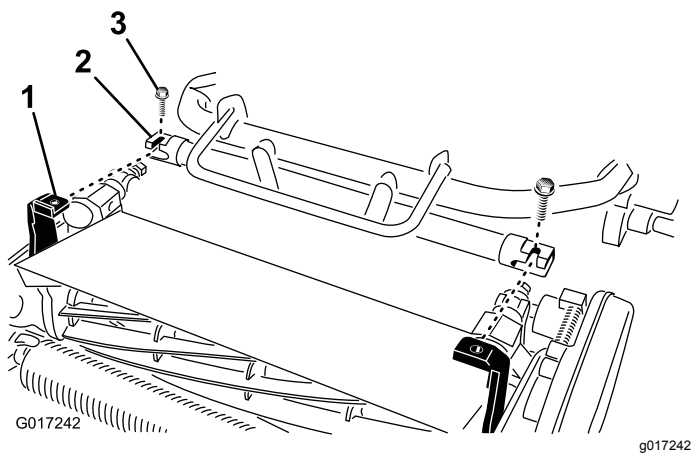

Рисунок 8
4. Маневрируя, перемещайте раму тягового блока (Рисунок 8) вперед, пока она не войдет в зацепление с поворотными рычагами режущего блока.
5. Прикрепите раму тягового блока к поворотным рычагам режущего блока двумя болтами (3/8 x 3/4 дюйма) (Рисунок 8).